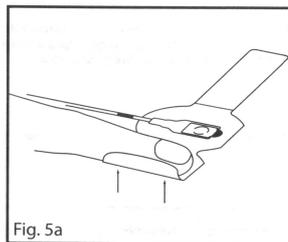

Fig. 5a
1. Siehe Abb. 5a. Richten Sie den YI Sensor so auf der gewünschten Applikationsstelle aus, dass sich das Photodetektor-Fenster über dem fleischigen Teil befindet und das Sender-Fenster (Kabel ist rot) direkt gegenüber liegt. Sichern Sie das kurze überstehende Ende des Klebestreifens.